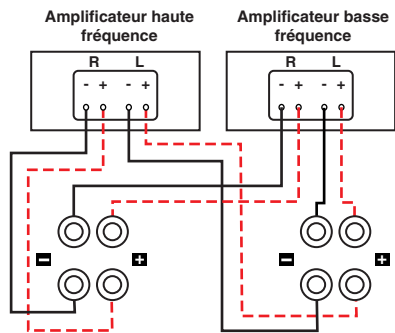

Figure 7
**La bi-amplification** (Figure 7) permet d'utiliser des amplificateurs distincts pour les sections haute et basse fréquence de l'enceinte afin de permettre une plage dynamique plus large et une distorsion plus faible. Après avoir retiré les cavaliers, raccordez les fils de haut-parleur des sorties d'amplificateur haute fréquence aux bornes supérieures de chaque enceinte. Procédez de la même façon pour le raccordement des sorties d'amplificateur basse fréquence aux bornes inférieures. Pensez à respecter les polarités de tous les raccordements (+ au +, - au -).